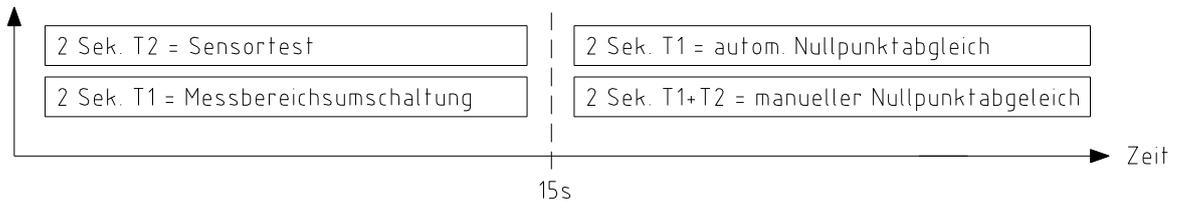

Bild 23
e) Bedieneinheiten Taster und LEDs (Nr. 12 bis 14 und Bild 23)